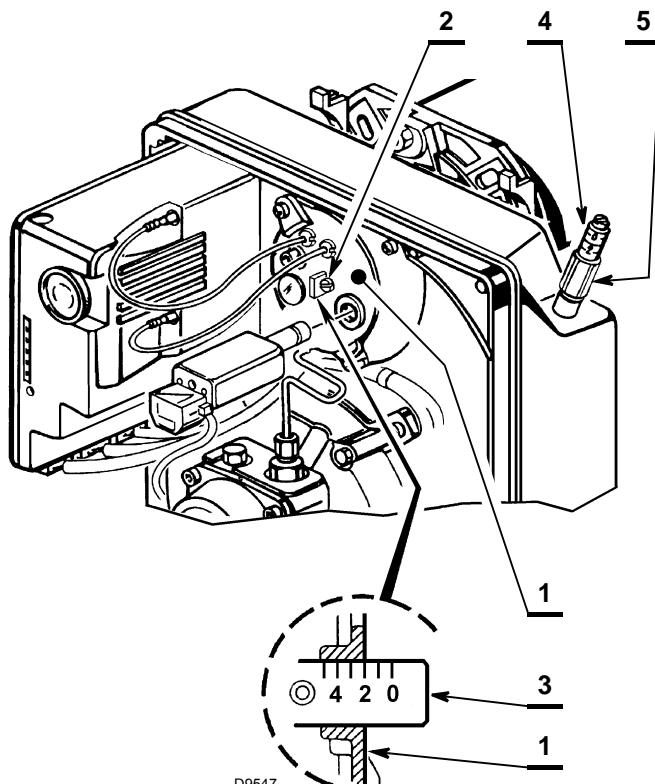

Fig. 11
- girar en sentido horario o antihorario el tornillo de regulación 2)(Fig. 11) hasta que la muesca de la brida de regulación 3)(Fig. 11) coincida con el plano exterior del conjunto porta boquilla 1)(Fig. 11).
- Aflojar la tuerca 5)(Fig. 11) y calibrar el registro de aire con el tornillo 4)(Fig. 11).